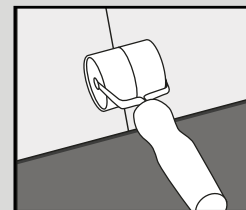
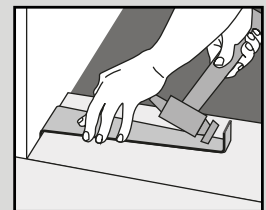

Fig. 4
Fig. 5
5. Ga door met het leggen van de planken naar de andere kant van de ruimte tot de rij compleet is; gebruik een handroller als hulpmiddel. (Fig. 4) Alleen indien nodig een rubberen hamer en een restant van het product gebruiken om het product zachtjes aan te tikken. U kunt een slagijzer gebruiken om het product langs de randen van de ruimte in elkaar te duwen (Fig. 5).